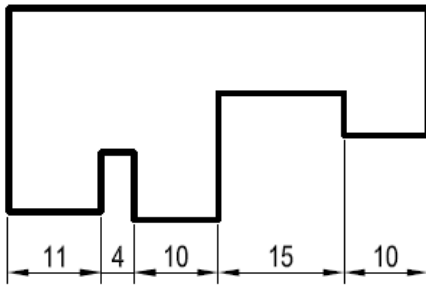

Figura 25
- d) Las líneas de cotas que tengan relación entre ellas, se dibujarán alineadas. **Figura 25.**